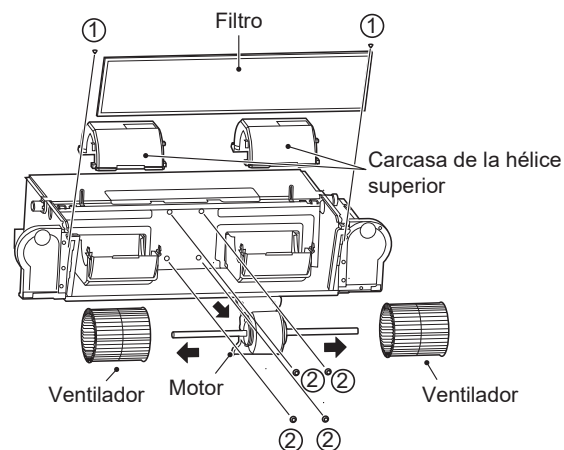

Figura 4-5 Extracción del filtro, de la voluta superior y de los tornillos del motor
- Retire los tornillos ① \*2 para extraer el filtro, tal como se muestra en la figura 4-5.